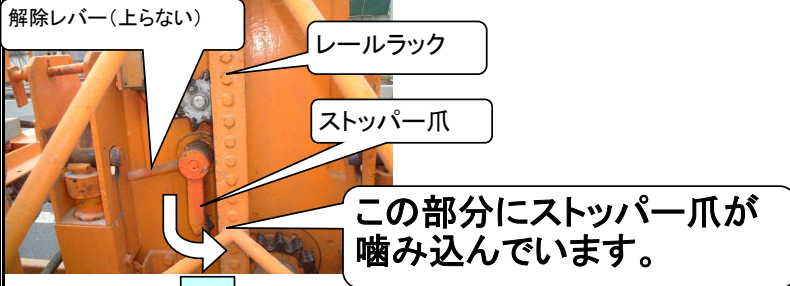

### 図4 復旧レバーが上りきらない、上ってもすぐに外れてしまう場合。
#### ②-1 レバーが上りきらない又は上ってもすぐに戻ってしまう(図4参照)